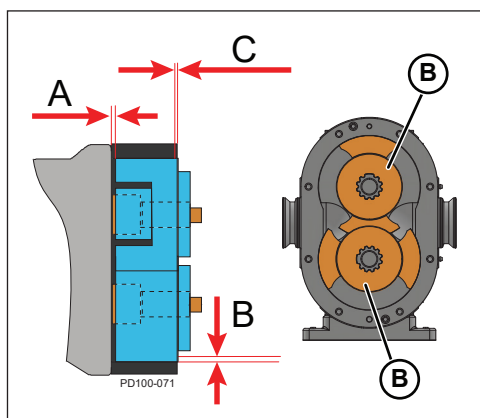

Figure 86 - Mesure du jeu
9. Mesurez le jeu de la face arrière du rotor (figure 86, élément A) par l'orifice ou par l'avant. Le jeu de la face arrière des deux rotors doit être le même pour éviter tout contact entre les rotors et doit se situer à $\pm 0,0005$ de la valeur indiquée dans le tableau 5, « Jeux de rotors », à la page 53.
10. Vérifiez le jeu de la face avant du rotor (figure 86, élément C).
11. Vérifiez le jeu entre le rotor et le corps (figure 86, élément B).